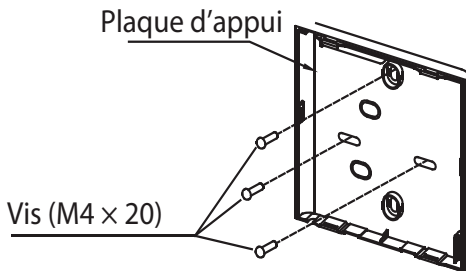

Figure 5 — Fixez la plaque arrière
1. Pour un montage en surface, fixez la plaque arrière sur le mur avec les 3 vis (M4x20) et les bouchons (voir fig. 5).
1. Déconnectez le cavalier J1 situé sur la carte-mère (consultez la figure 5).